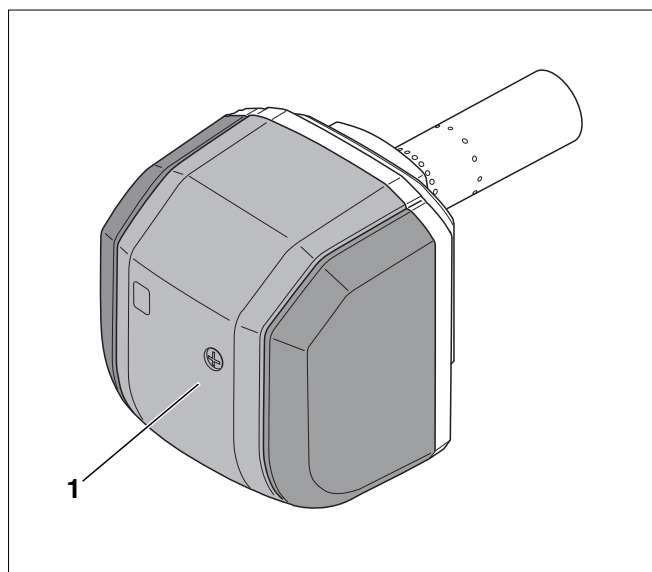

Fig. 38 Colocar la cubierta de quemador y atornillarla
- Ajustar el tornillo de sujeción (fig. 38, **pos. 1**) de la cubierta del quemador.